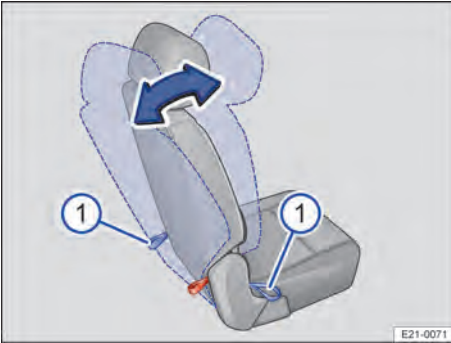

Abb. 64 Zweite Sitzreihe: Neigung der Sitzlehne einstellen.
1. Sitzlehne des Einzelsitzes oder der Zweier-Sitzbank mit einer Hand belasten und gleichzeitig eine der zugehörigen Zugschlaufen mit der anderen Hand ziehen → Abb. 64 ①.